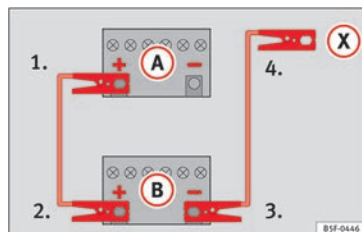

Fig. 59 Schema elettrico per i veicoli non dotati di sistema Start/Stop.
2. Collegare un'estremità del cavo di emergenza rosso al polo positivo (+) del veicolo con la batteria scarica (A) » fig. 59.
3. Collegare l'altra estremità del cavo di emergenza rosso al polo positivo (+) della batteria che fornisce la corrente (B).
- 4a. *Nei veicoli senza sistema Start/Stop:* collegare un'estremità del cavo nero di emergenza al polo negativo (-) del veicolo che eroga la corrente (B) » fig. 59.